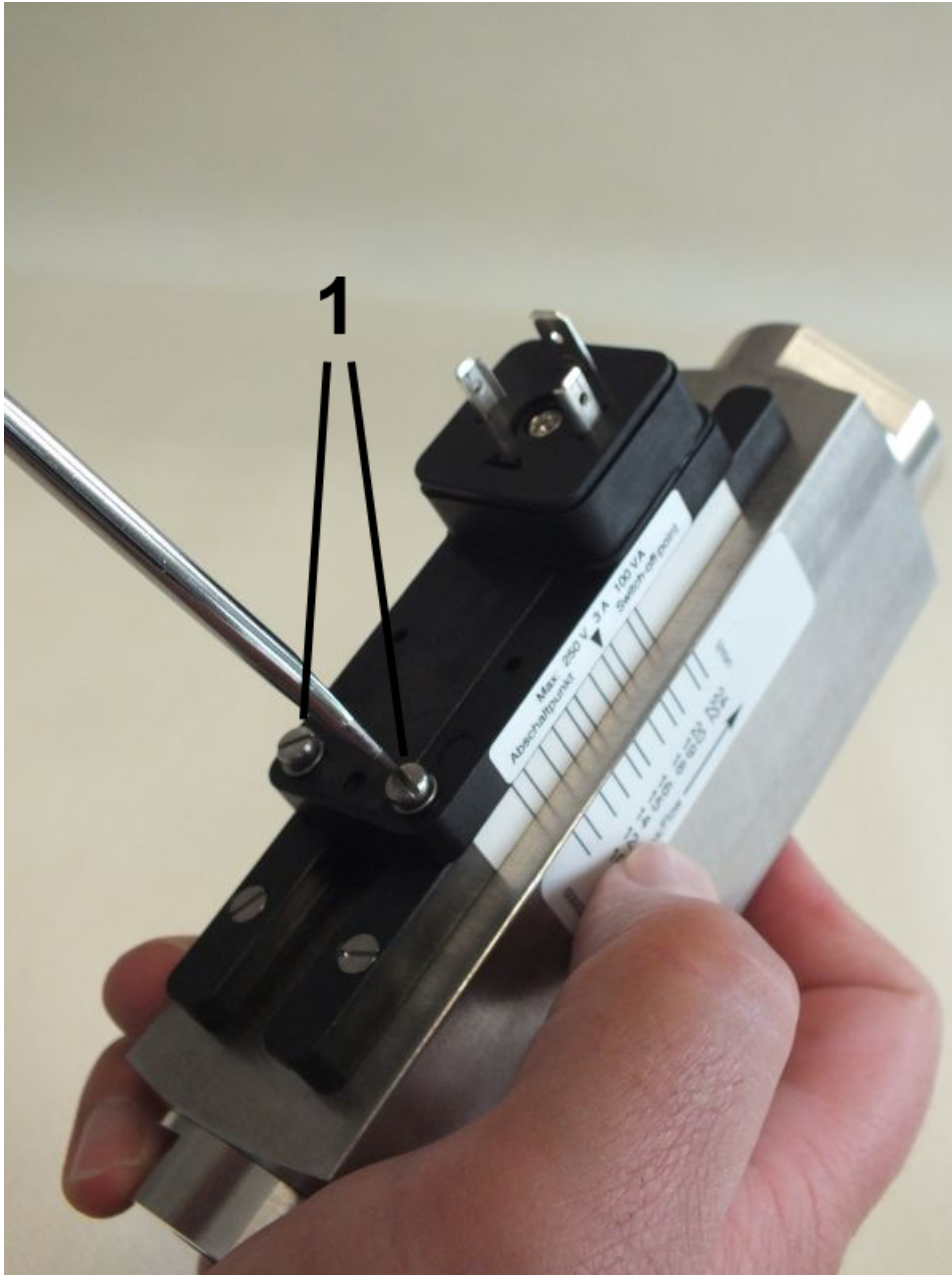

Abb. 60: Feststellschrauben lösen
3. Feststellschrauben (Abb. 60/01) des Schaltkontaktes mit einem Schlitzschraubendreher so weit lösen, dass er sich frei verschieben lässt
11. ➤ Feststellschrauben (Abb. 60/01) wieder festdrehen, dabei Anziehdrehmoment einhalten (➔ Kapitel 11.1 „Anziehdrehmomente“ auf Seite 93)